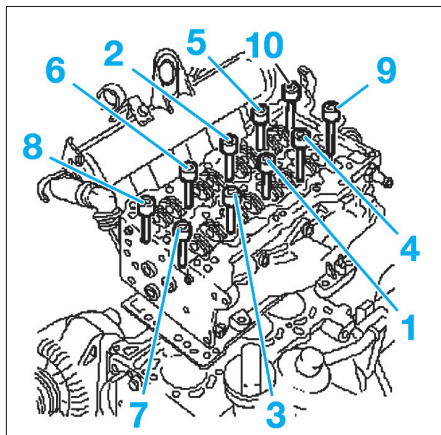

FIG. 91
- Positionner la culasse et la serrer au couple dans l'ordre (Fig.91).